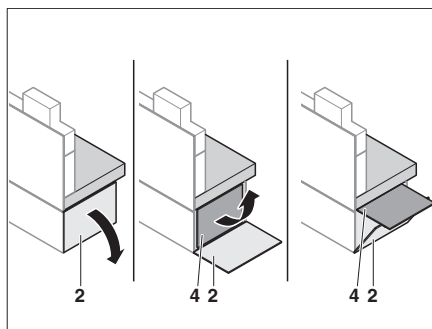
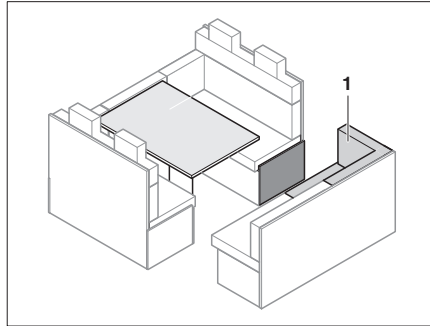
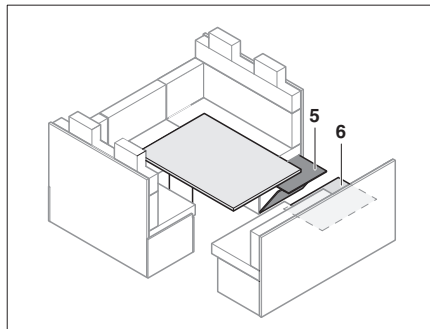

Bild 111 Sitzbankverlängerung ausklappen
Bild 113 Vor dem Vergrößern
Bild 115 Sitzbankverlängerung ausklappen
- Klappe (Bild 111,2) öffnen.
- Sitzbankverlängerung (Bild 111,4) nach oben klappen und mit Klappe (Bild 111,2) verkeilen.
- Sitzpolster (Bild 113,1) entfernen.
- Sitzbankverlängerung (Bild 115,5) nach oben klappen und verkeilen (Bild 111).
- Verstärkungsplatte (Bild 115,6) unter dem Sitzpolster (Bild 113,1) hervorholen und die Lücke zwischen Sitzplatzverlängerung und Seitensitzbank schließen.